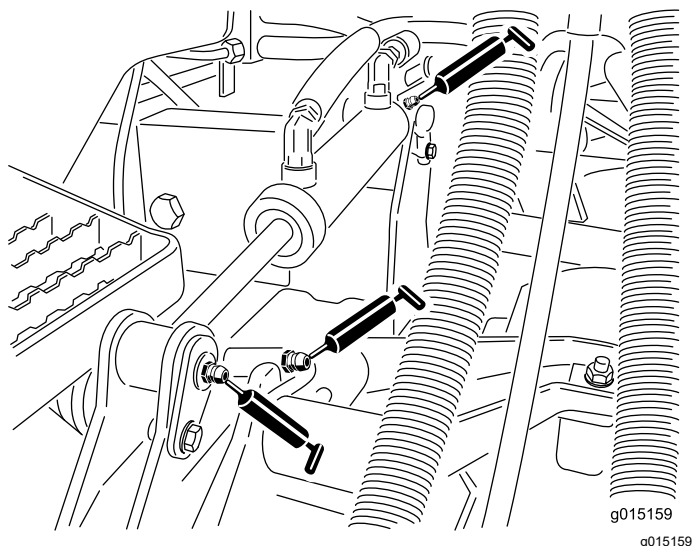

Figura 115
- Bucele braului de ridicare (1 per unitate de tăiere), consultați Figura 115
- Buclele cilindrului de ridicare (2 per unitate de tăiere), consultați Figura 115